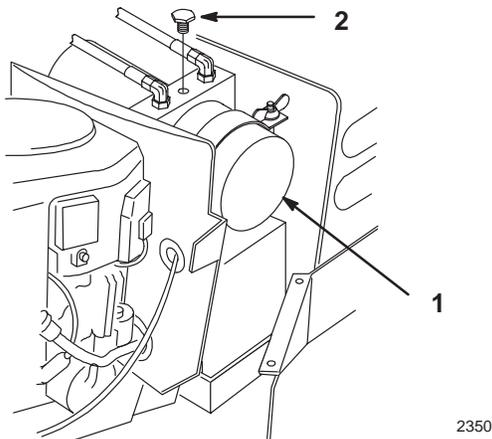

Figure 32
4. Retirer le bouchon du dessus de la pompe de relevage hydraulique (Fig. 32). Le niveau du liquide doit arriver au bas du trou.